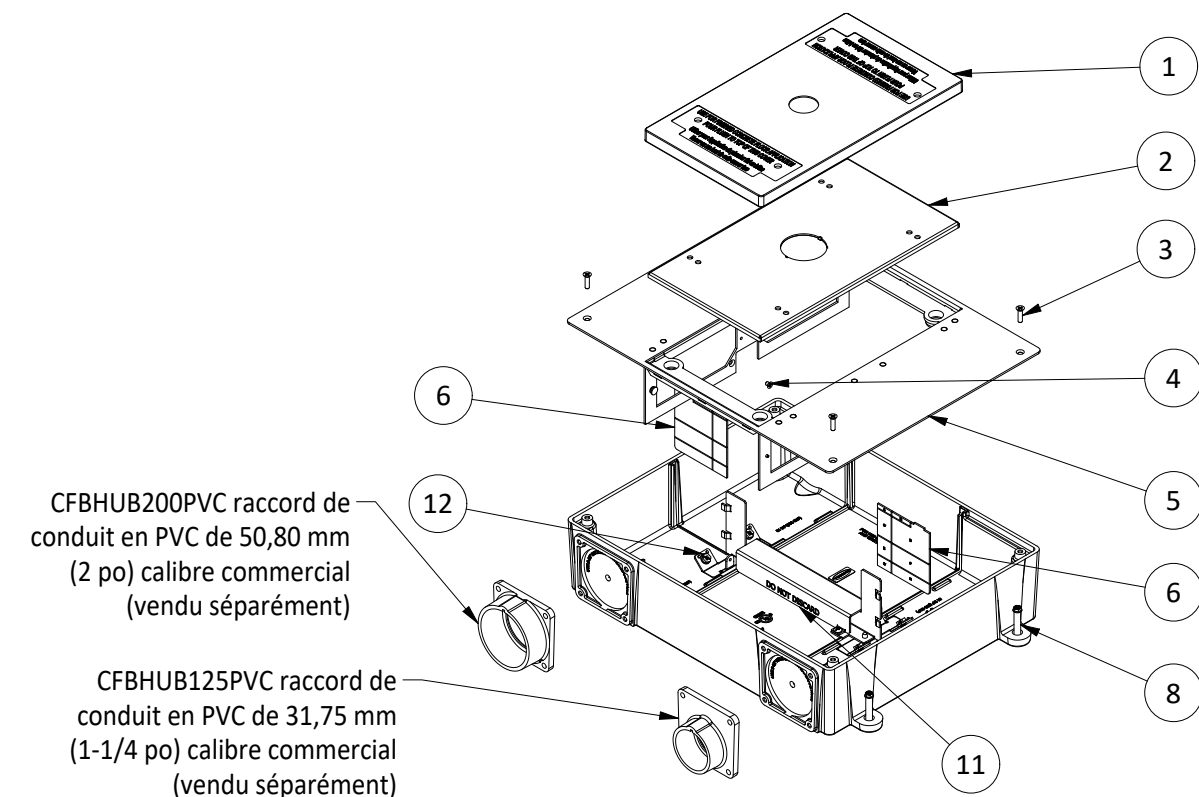

FIGURE 1
AVANT LA COULÉE DU BÉTON, CONSULTER LES FIGURES 1 ET 2
11. Fixer les vis de mise à niveau [8] selon la Figure 1. Mettre la boîte de plancher à niveau au besoin en la positionnant avec le couvercle temporaire [9] à égalité de la dalle. Utiliser les vis de mise à niveau [8] et des fils métalliques pour empêcher la boîte de bouger pendant la coulée du béton.